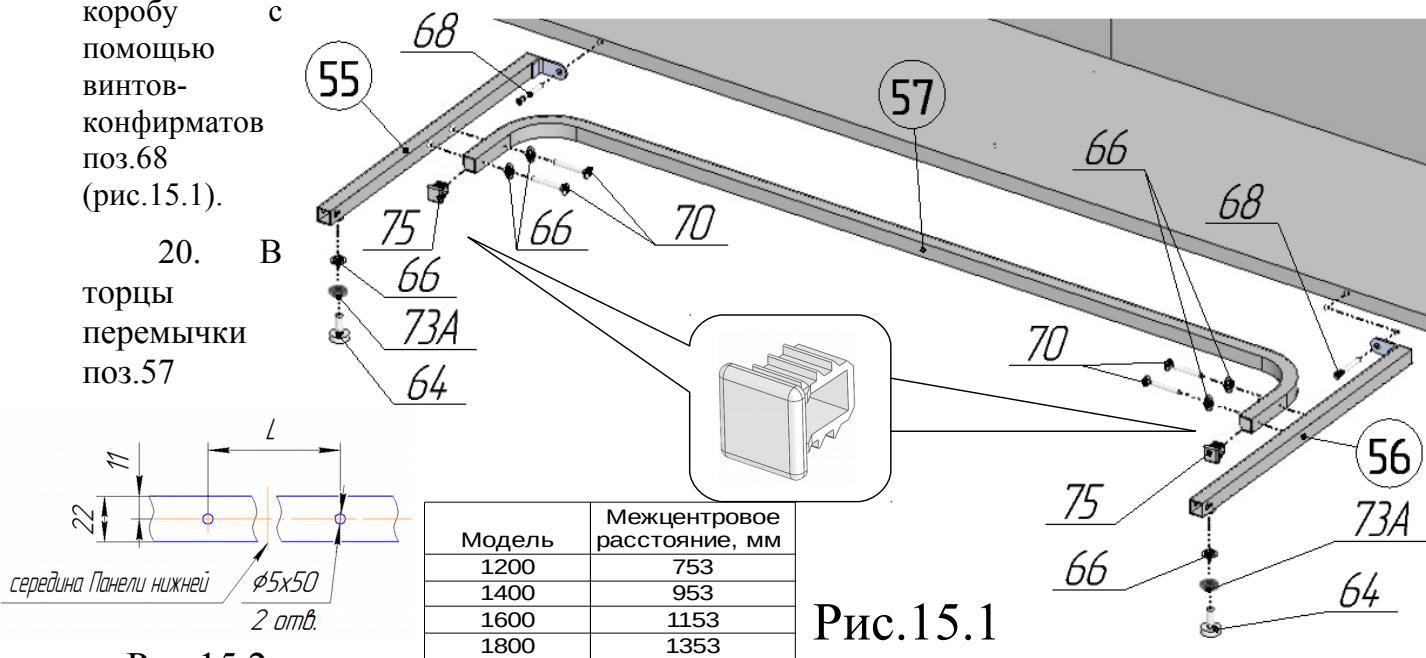

Рис.15.2
19. В торцы перемычки поз.57 вставить заглушки 20x20 поз.75в соответствии с рис.15.1 . К перемычке поз.57 присоединить упоры поз.55 и поз.56, используя винты M6x35 поз.70 и шайбы стопорные поз.66 в соответствии с рисунком 15.1. Во встроенные гайки упоров поз.55,56 ввернуть ножки поз.64, предварительно навинтив на них гайки M8 ГОСТ поз.73А и надев на стержни ножек шайбы стопорные поз.66. Просверлить в панели нижней поз.43 отверстия ф5х50 с координатами в соответствии с рис.15.2 и таблицей. Присоединить собранную конструкцию к коробу с помощью винтов-конфирматов поз.68 (рис.15.1).